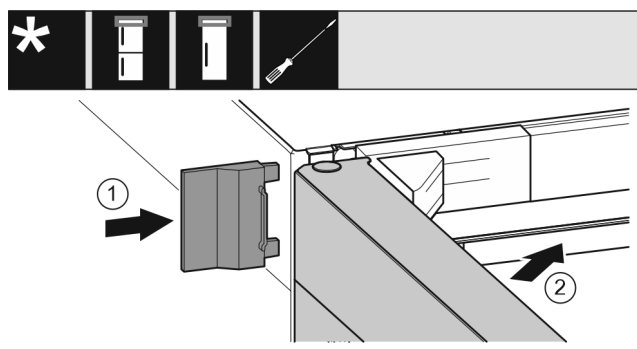

Fig. 25
- Montașul capacul exterior Fig. 25 (1).
- Închideți ușa superioară Fig. 25 (2).